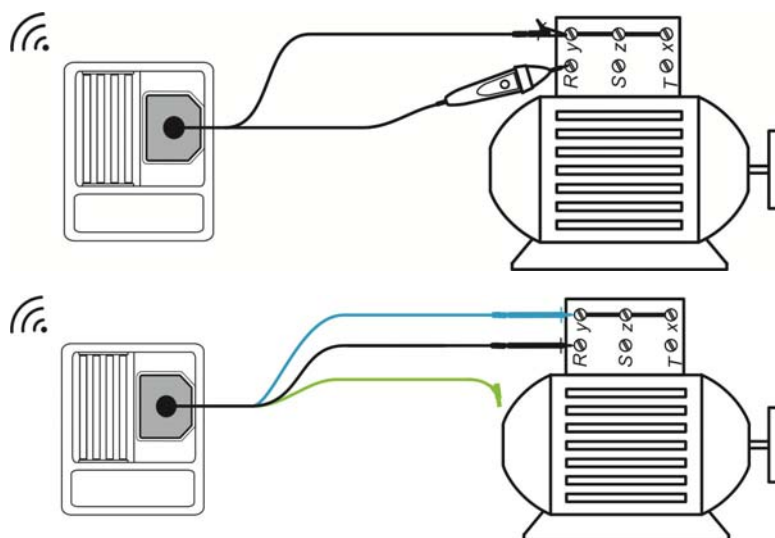

Рисунок 5.8: Приложения с щупом с наконечником «Tip commander» и 3-проводным тестовым кабелем
- ☐ **Подключите** испытательные провода и испытываемому объекту (см. *рис. Рисунок 5.8: Приложения с щупом с наконечником «Tip commander» и 3-проводным тестовым кабелем*).